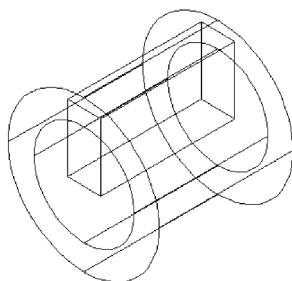

图 13-17 用差集命令剪切圆柱体
4) 单击【实体编辑】选项板 | 【差集】按钮 ，选中外面的圆柱体，按回车键，再选中里面的圆柱体为剪切的实体，按回车键，如图 13-17 所示。